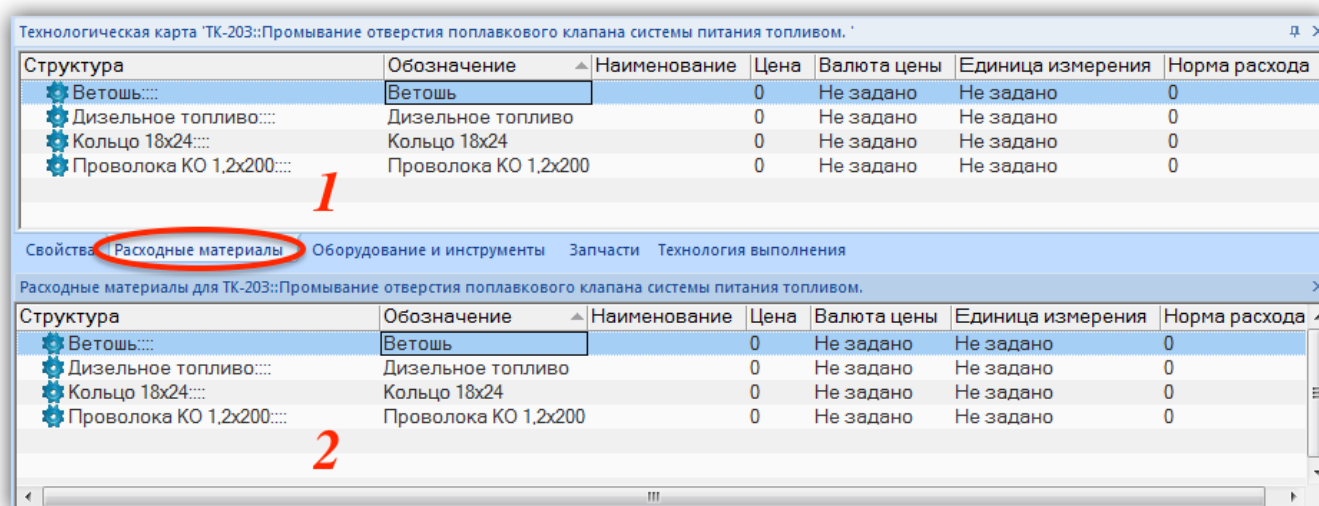

Рис. 5-91 – Вкладка группы окон «Свойства» (1) и аналогичное ему окно связанных объектов (2)
Данные в рабочих окнах группы окон «Свойства» могут быть организованы в виде списков (аналогично вкладке «Свойства»), либо в виде таблиц, являясь копией обычных связанных окон. В примере на рис. 5-91 приведена вкладка «Расходные материалы» группы окон «Свойства» для технологической карты (1) и окно связанных объектов «Расходные материалы» для нее (2), являющихся полными аналогами друг другу.